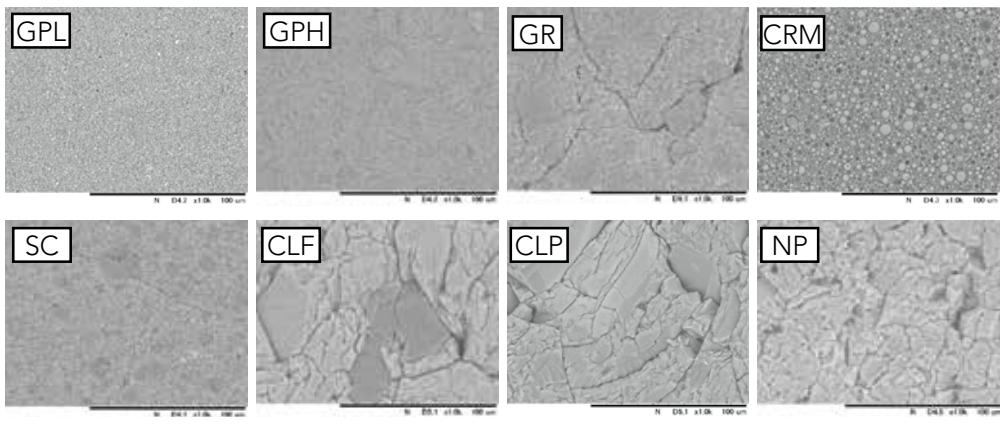

Fig. 4 Superficie di usura dei campioni in composito indiretti dopo il ciclo termico e la prova di usura su tre corpi.
- Superficie di usura osservata con microscopio elettronico (SEM, SU-70, HITACHI) (Fig.4)